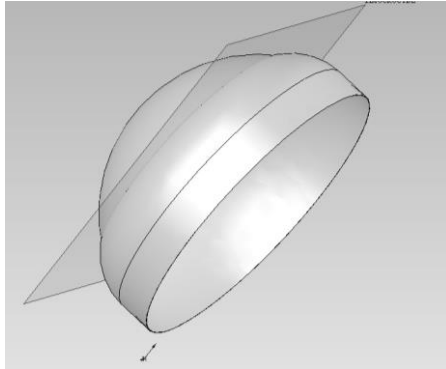

Рисунок 8.10 – Побудована модель
- на одній із кромек оформити округлення радіусом 10 мм. (Рис. 8.10);